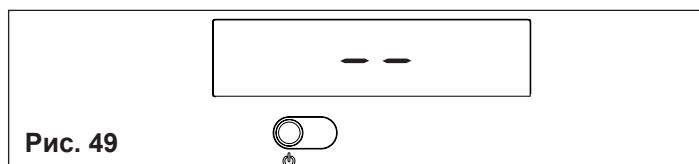
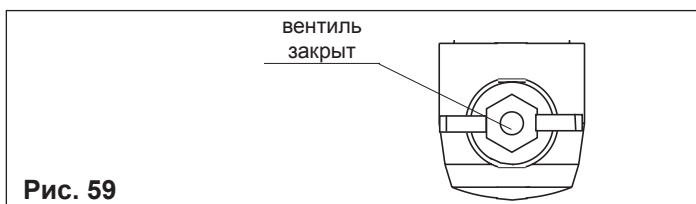

Рис. 49
Рис. 59
- ⚠ При повторном включении котел вернется в то состояние, в котором он находился перед отключением: если котел находился в режиме «зима» в момент выключения, то при включении он снова окажется в режиме «зима». Если он находился в состоянии OFF (выкл), то в центре дисплея будут отображаться две черточки (рис. 49). Нажмите кнопку чтобы включить котел.
Если вы отсутствуете непродолжительное время, нажмите кнопку , чтобы отключить котел. В центральной части дисплея загорятся две черточки (рис. 49). При этом электрическое питание останется включенным и останется открытой подача топлива, а котел будет под защитой следующих систем:
Если вы будете отсутствовать длительное время, нажмите кнопку  чтобы отключить котел. В центральной части дисплея загорятся две черточки (рис. 49). Установите главный выключатель системы в положение «выключено». Закройте газовый кран, расположенный под котлом, повернув его по часовой стрелке (рис. 59)